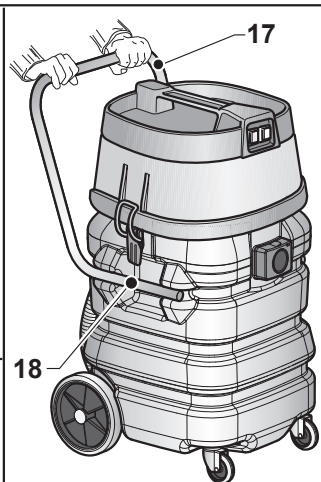

Fig. 11
- L'apparecchio è dotato di ruote e quindi può essere spinto tramite il maniglione (17 Fig. 11).
- Il suo sollevamento deve essere effettuato da due persone tramite le maniglie (18 Fig. 11) ricavate nella parte inferiore del maniglione.